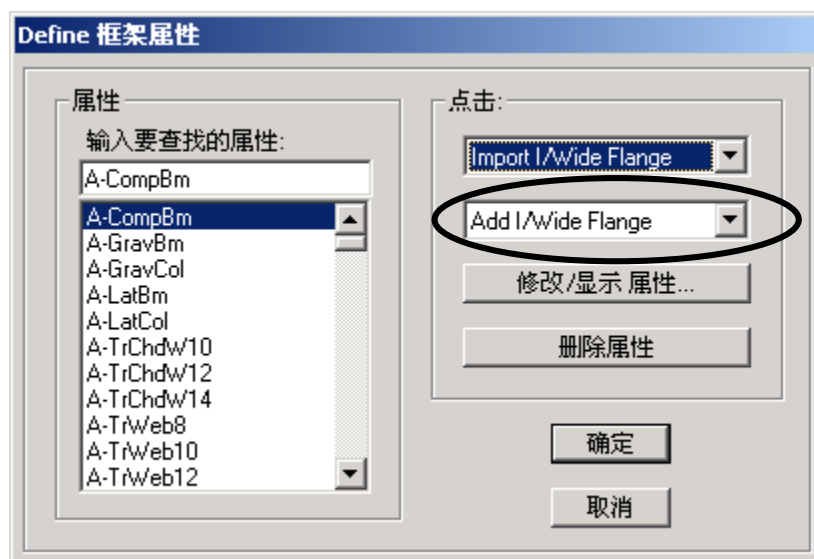

图 8-1：定义框架属性对话框
1. 点击**定义菜单 > 框架截面**命令，将显示如图 8-1 所示的定义框架属性对话框。